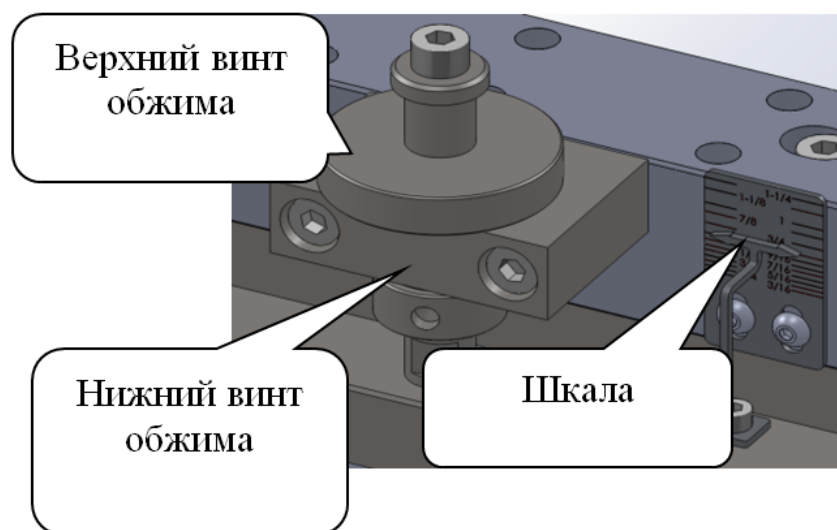

Рисунок 9
3. Отрегулируйте верхний и нижний винты обжима. Убедитесь, что шкала показывает на правильную позицию (рисунок 9).